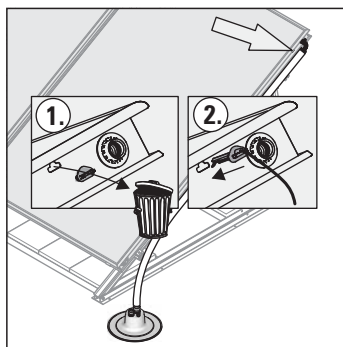

Bild 3-40 Arbeitsschritt 1/2 -
1. Fühlerstopfen entfernen (Bild 3-40).
2. Kollektortemperaturfühler bis zum Anschlag in den Flachkollektor einschieben (siehe Bild 3-40). Dabei muss der Sensor auf das Absorberblech geklemmt werden.